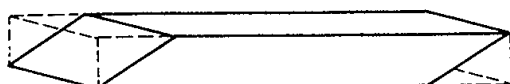
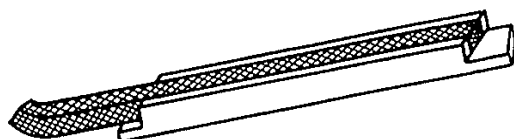

Fig. 15 - Corte oblíquo da gaxeta
Fig. 16 - Dispositivo para cortar anéis de gaxeta
- Cortar novos anéis de gaxeta de preferência com extremidades oblíquas (vide fig. 15). Para facilidade deste corte pode ser usado um dispositivo de fácil confecção (vide fig. 16);